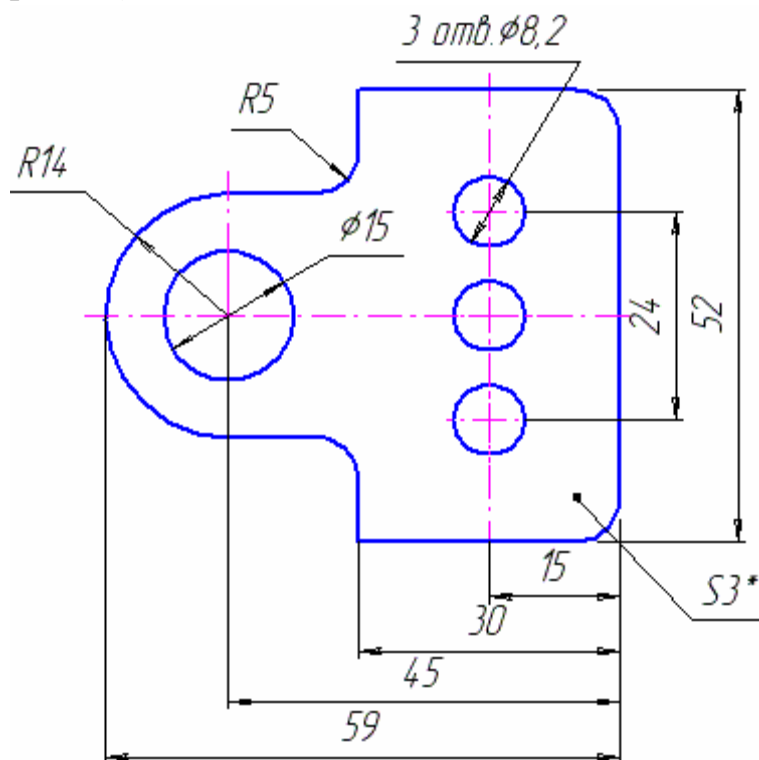

Рис.5.8
10. По команде «Удалить» - «Вспомогательные кривые и точки» на панели управления удаляем вспомогательные прямые на эскизе. Проставляем размеры на эскизе, эскиз подвески готов (см. рис. 5.8).